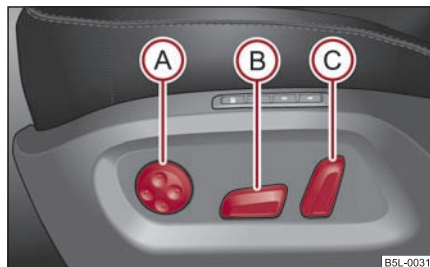
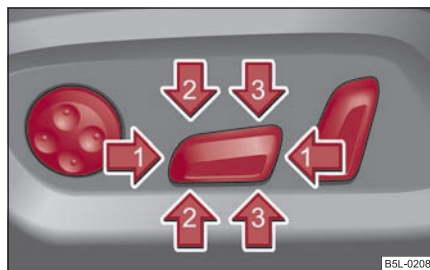

Fig. 76 Vista lateral: Ajustar los elementos de manejo del asiento
Fig. 77 Vista lateral: Ajuste de asiento
- Presionar el conmutador ① ⇒ fig. 76 hacia delante o bien hacia atrás ② ⇒ fig. 77.
- Presionar el conmutador **(B)** ⇒ página 78, fig. 76 hacia arriba o bien hacia abajo.
- Presionar el conmutador **(B)** delantero **(2)** ⇒ página 78, fig. 77 o bien posterior **(3)** ⇒ página 78, fig. 77.
- Presionar el conmutador **(C)** ⇒ página 78, fig. 76 en la dirección de ajuste deseada.
- A fin de aumentar la convexidad del apoyo lumbar, pulse el conmutador **(A)** delantero ⇒ página 78, fig. 76.